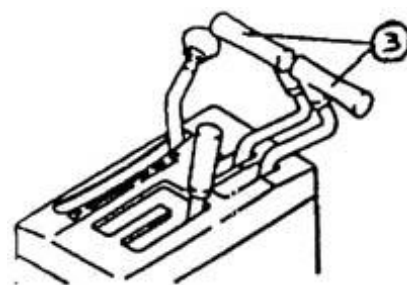

Рис. 2-6
2.2.1.3 Рычаг рулевого управления (3) (Рис. 2-6)